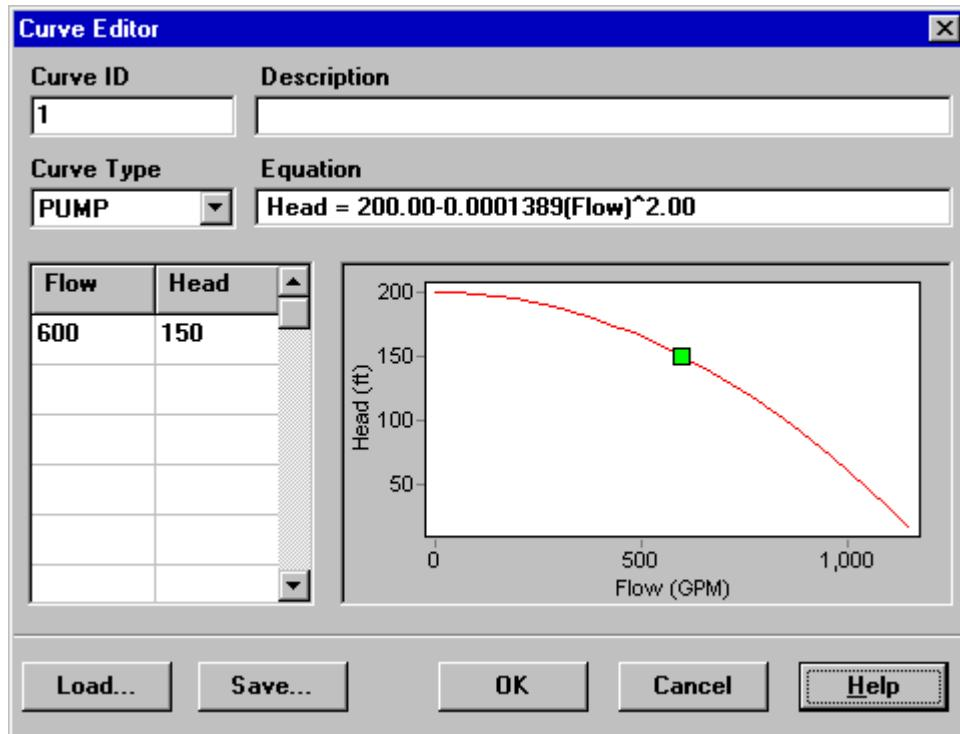

Fig. 2.6: Curve Editor (Editor de curvas).
A continuación, crearemos la curva de la bomba 1. En la pestaña Data (Datos) de la ventana del explorador, seleccione Curves (Curvas) de la lista desplegable y, luego, haga clic en el botón Add (Aregar) . Se agregará una curva 1 nueva a la base de datos y aparecerá el cuadro de diálogo Curve Editor (Editor de curvas) (consulte la fig. 2.6). Ingrese el flujo de diseño de la bomba (600) y la carga (150) en este cuadro. EPANET creará automáticamente una curva completa de la bomba desde este único punto. La ecuación de la curva se muestra junto a la forma. Haga clic en **OK** (Aceptar) para cerrar el editor.